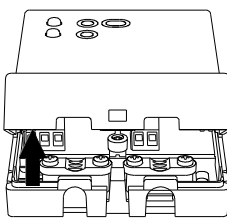

Fig. 3
- 3 Ruotare il coperchio cavi esercitando una leggera pressione fino ad estrarla completamente (Fig. 3).